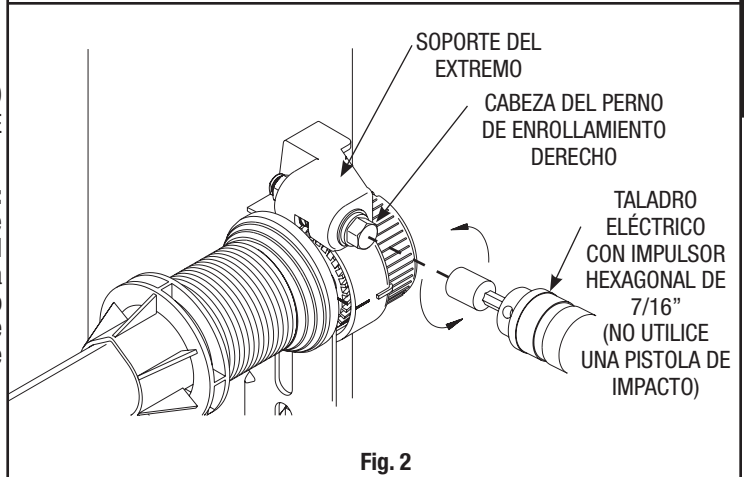

Fig. 2
Paso 2: Con un taladro eléctrico (par torsor alto/engranaje reducido a 1300 rpm recomendado) y un impulsor de cabeza hexagonal de 7/16", desenrosque la cabeza del perno de enrollamiento derecho en sentido antihorario (Fig. 2) y cuente el número de veces que la marca en el engranaje impulsor pasa la marca contigua del soporte del extremo. Según el siguiente cuadro, por la altura de la puerta, deje de desenrollar el resorte una vez que haya alcanzado el número de vueltas indicado.